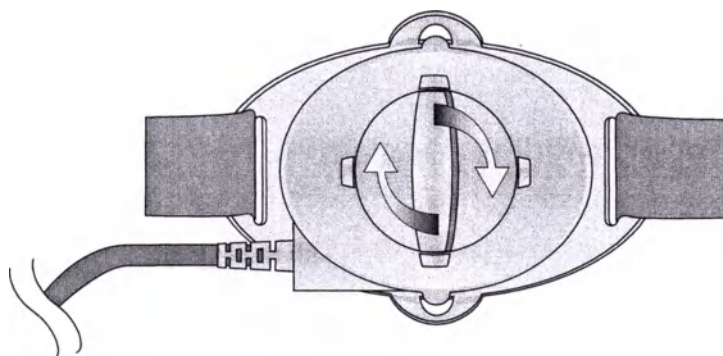

Рис. 2.7 Настройка регулятора антенны.
- а. Поверните регулятор на антенне на четверть оборота в любом направлении (Рис. 2.7).